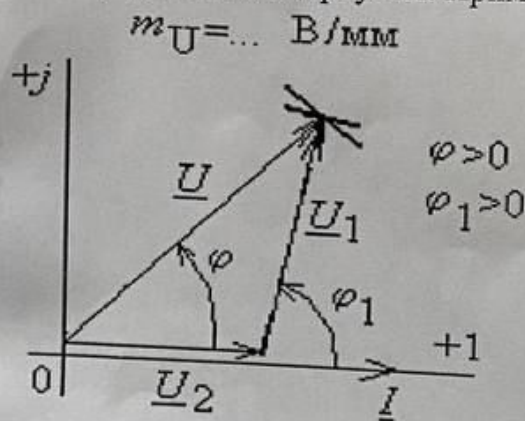

Рис. 3.4
3. Вычислить напряжение на сопротивлении R_2 : $U_2 = IR_2$. Записать его величину в табл. 3.3. Выбрать масштаб векторов напряжений mU (В/мм). Принять начальную фазу тока равной нулю: $\underline{I} = I$. Отложить \underline{I} и \underline{U}_2 на комплексной плоскости вдоль оси абсцисс. Дополнить топографическую диаграмму напряжений векторами \underline{U}_1 и \underline{U} (все векторы напряжений строятся в одном масштабе mU). Векторы напряжений образуют треугольник, одна из вершин которого лежит в начале координат, а найти другую можно с помощью засечек, сделанных циркулем. Пример векторной диаграммы показан на рис. 3.4.